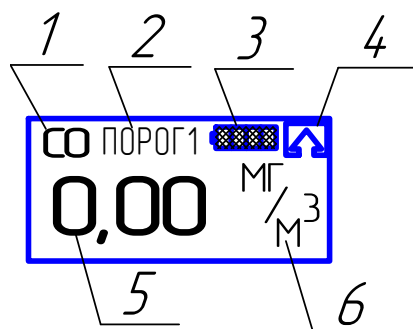

Рисунок 2.1 – Информация, отображаемая на индикаторе газоанализаторов в режиме измерений
2.3.1.7 При содержании определяемого компонента, превышающем верхний предел диапазона показаний, на индикатор выводится значок «» (см. рисунок 2.1 поз. 4).